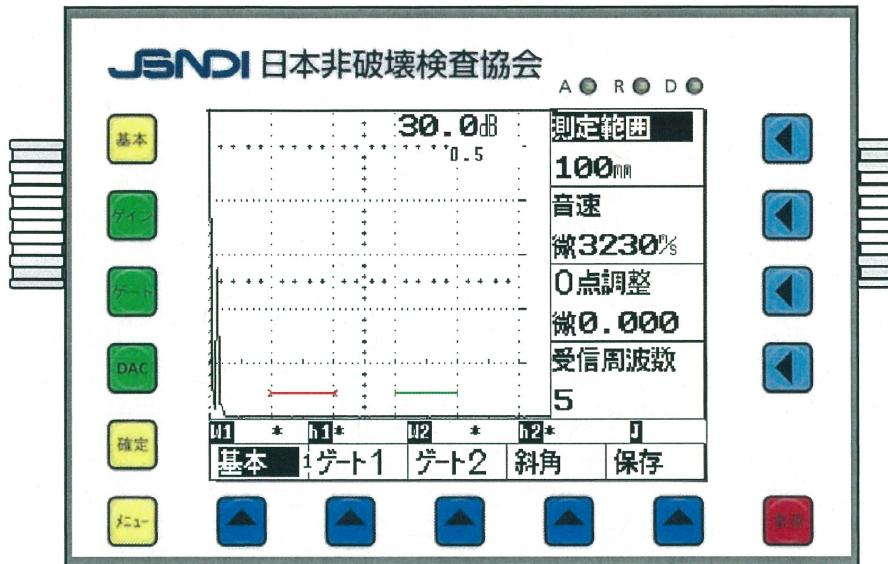

図 1 初期画面
- 初期画面は、図1に示すとおりで、画面上部にゲイン値と小さくゲインの変化量（ピッチ）が表示され、右側に測定範囲、音速、0点調整、受信周波数が表示されている。初期化直後には、測定範囲は100mm、音速は3230m/sである。ゲート1の起点は20mmで幅が20mm、ゲート2は起点が60mmで幅が20mm、ゲート高さはいずれも10%になっている。
- ゲイン調整は、左ダイヤルを回することで変更できる。ゲインの変化量(ピッチ)を変えるには キーをもう一度押すと“微”的文字が数値の前に表示されて、数値を細かく変更させる事ができる。（例：図1の音速の3230m/sの前にある文字）
- 途中で操作が分からなくなったら、 キーを押すと図1の初期画面と同じ構成の表示になる。
- ①初期画面では、図1のように、ゲート1（赤色）とゲート2（緑色）が表示されている。